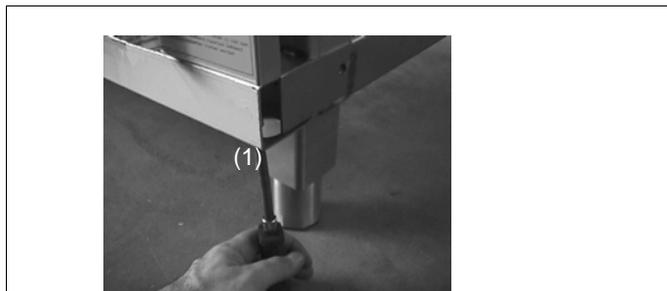

Fig.6 Panneau avant
- ⇒ Desserrez les vis (1 et 3, Fig.6). Si le four est encastré, desserrez
2.2 PANNEAU DE COMMANDE (C)